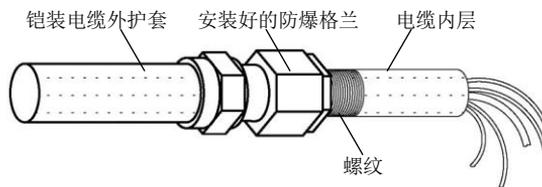

图 6.
b. 如图 6，将防爆格兰安装到铠装电缆上，有关防爆格兰（填料函）的使用方法，请参考“防爆格兰的安装与使用”文件。